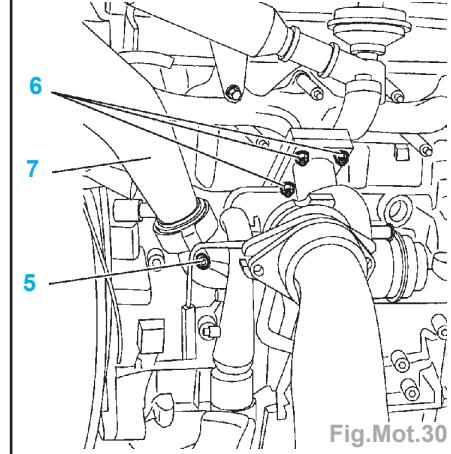

Fig.Mot.30
- l'arrivée de lubrification turbocompresseur (3) (sur carter-cylindres),
- le tuyau de retour de lubrification turbocompresseur (4).
- Déposer la vis de fixation de conduit d'arrivée d'air turbocompresseur (5) (Fig. Mot.30).